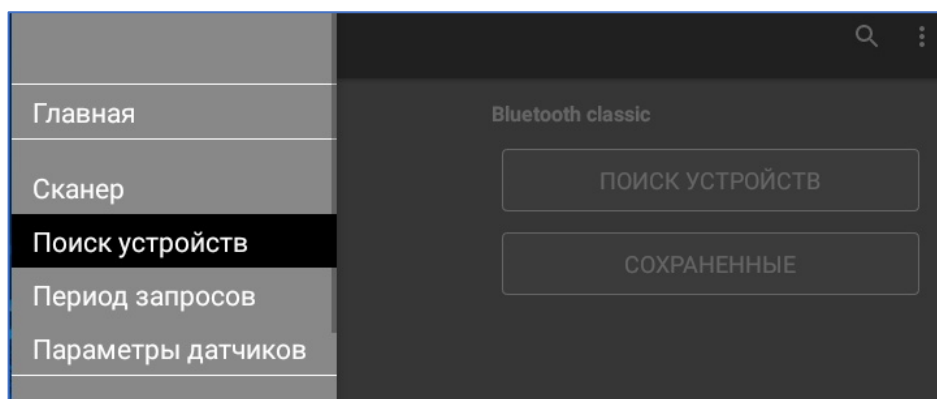

рис. 3.4. Поиск Bluetooth-устройств
- 3) Войдите в меню «Сканирование данных – Поиск устройств» и выполните поиск Bluetooth-устройств (рис. 3.4).